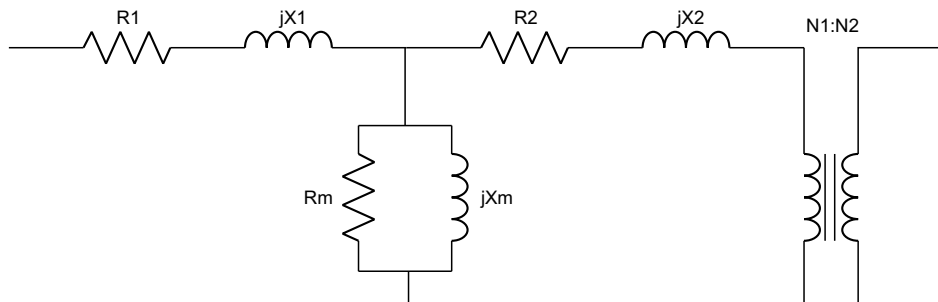

Figura 3: Modelo de Transformador
- Considere os seguintes parâmetros para os Transformadores, conforme Figura 3: $R1 = 7,6m\Omega$, $X1 = 3,8m\Omega$, $R2 = 33,9m\Omega$, $X2 = 0,85m\Omega$.